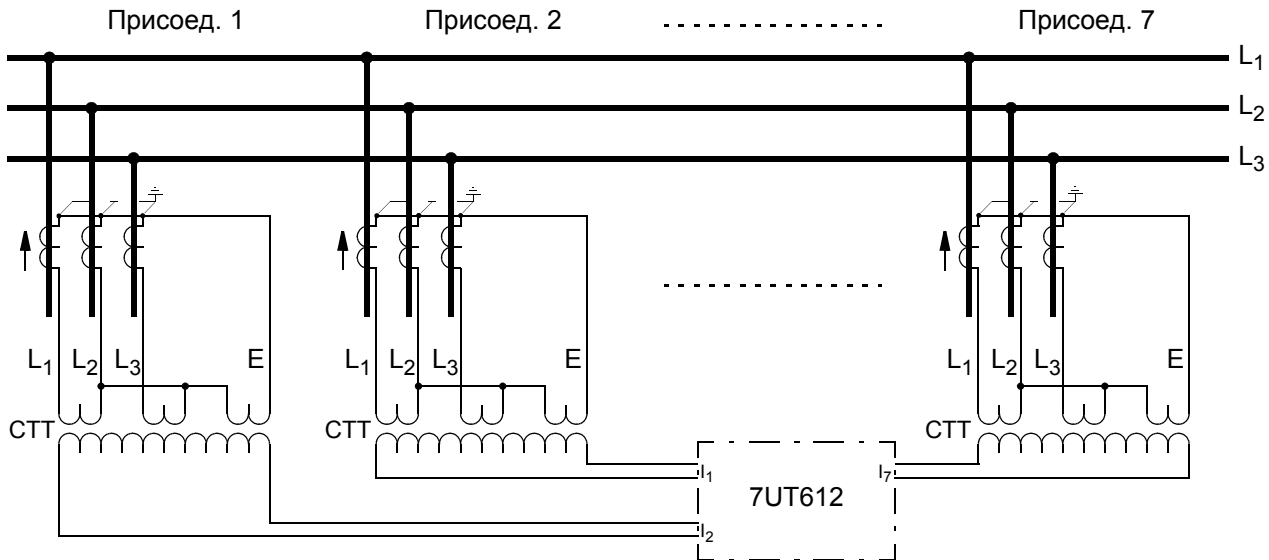

Рисунок 2-29 Защита шин с подключением через суммирующие трансформаторы тока (СТТ)
2. Фазные токи каждого присоединения суммируются в однофазный ток (Рис. 2-29). Эти токи подводятся к одному устройству 7UT612.
Если устройство подключается через суммирующие трансформаторы тока, то одного устройства 7UT612 достаточно для шин с числом присоединений до 7. Фазные токи каждого присоединения преобразуются в один однофазный ток с помощью суммирующих ТТ (Рис. 2-29). Суммирование токов не симметрично; поэтому, для различных типов повреждений имеет место различная чувствительность.